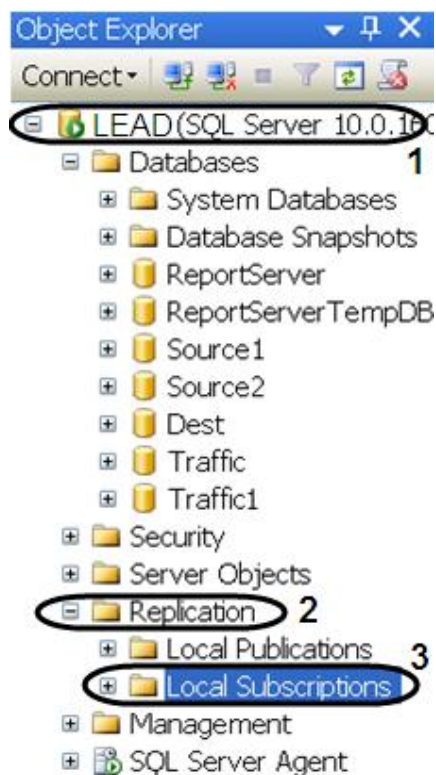

Рис. 11.3-12. Создание нового подписчика
3. Запустить утилиту «Microsoft Sql Server Management Studio» и, присоединившись к серверу подписчику, раскрыть узел сервера (Рис. 11.3-12, 1).
4. Раскрыть папку «Replication» (Рис. 11.3-12, 2), после чего щелкнуть правой кнопкой мыши по папке «Local Subscriptions» (Рис. 11.3-12, 3).